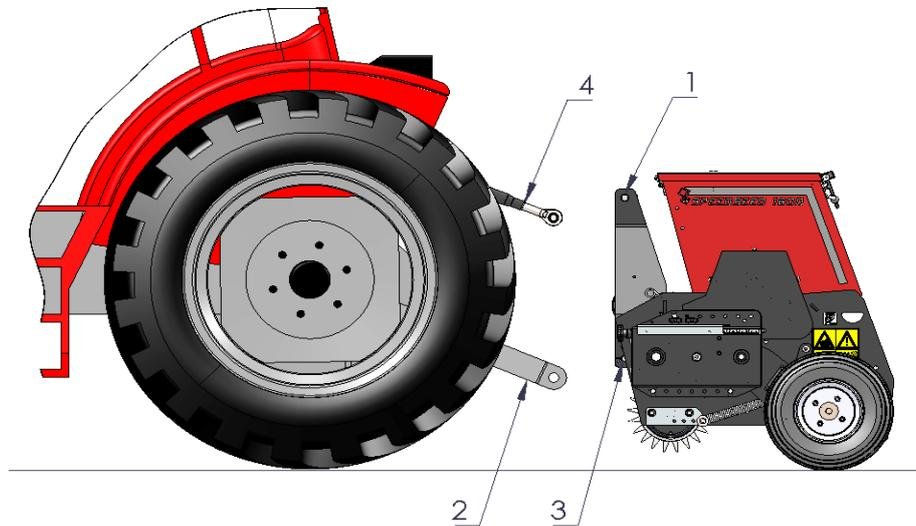

Figura 2
1. Quite el acoplamiento de tres puntos superior (1) de la máquina (véase la Figura 2).
2. Marche el tractor hacia atrás cuidadosamente, de modo que las palancas de elevación (2) se puedan acoplar a la máquina.
Se debe desacoplar la máquina de la siguiente manera (véase la **Figura 2**):